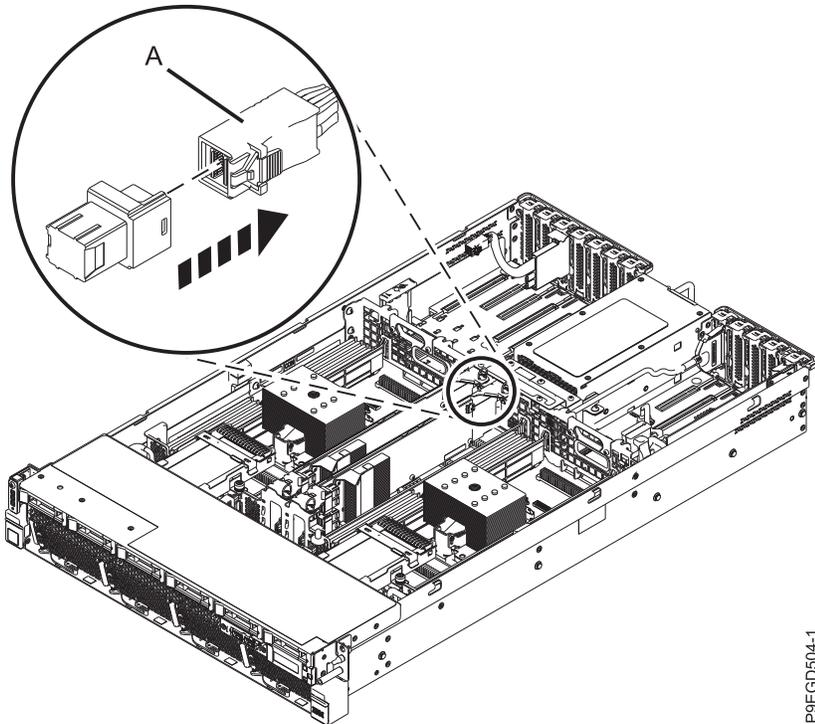

Figura 3. Desconexión del cable SAS posterior del adaptador interno SAS RAID
3. Etiquete y desconecte el cable SAS posterior del adaptador interno SAS RAID en las posiciones P1-C49 pulsando el pestillo del conector y desenchufando el cable. Consulte la Figura 3 en la página 6.